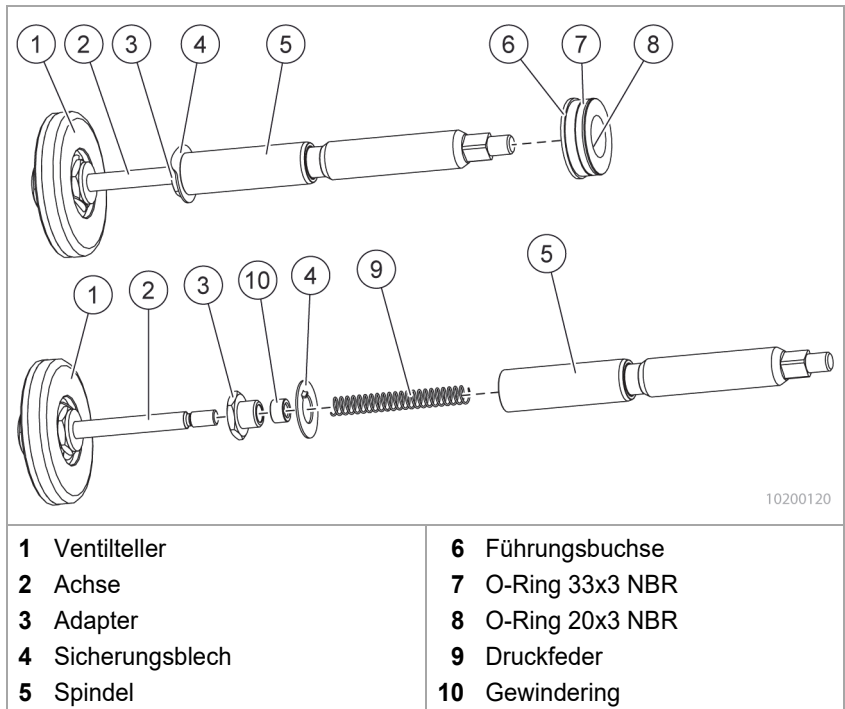

Fig. 4 Buchse und Ventilteller / Spindel
1. Die Nase des Sicherungsblechs (Fig. 4/4) geradebiegen.
2. Den Ventilteller (Fig. 4/1) mit der montierten Achse (Fig. 4/2) aus dem Adapter M14x1.5~00 (Fig. 4/3) vollständig herausdrehen.
Bei Reparaturset Advanced: Druckfeder (Fig. 4/9) und Spindel (Fig. 4/5) austauschen.
3. Adapter in der richtigen Lage auf die Achse des neuen Ventiltellers schrauben und den Gewinding (Fig. 4/9) aufschrauben.